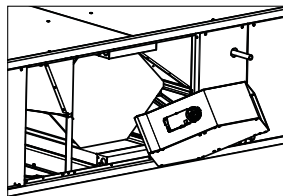

Fig. 3
5. Draai de bypass volgens de afbeelding (fig. 3 en 4).